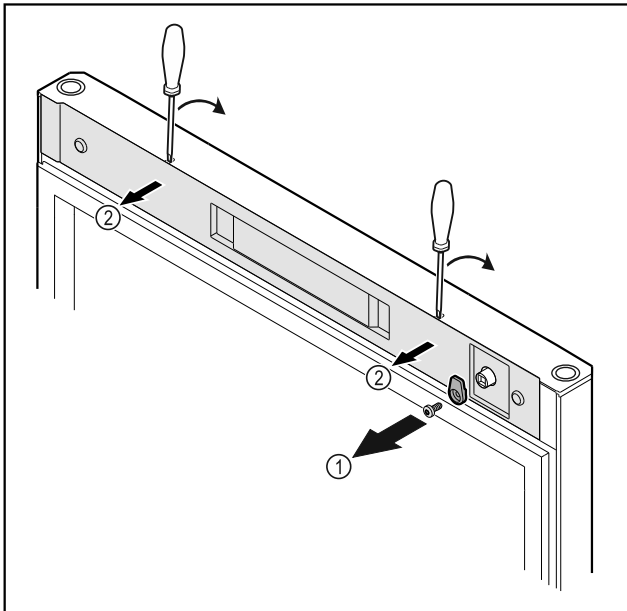

Fig. 16
- ▶ Csavarja le a reteszelő kampót Fig. 16 (1).
- ▶ Pattintsa ki a burkolatot Fig. 16 (2) egy csavarhúzó segítségével, és vegye le.